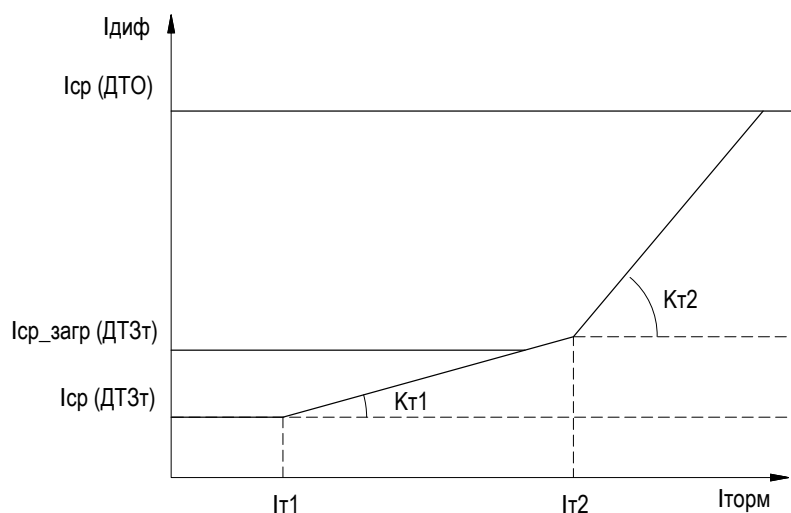

Рисунок 2.1 – Характеристика срабатывания ДТЗ
2.2.4.1 Характеристика срабатывания «ДТЗт» в координатах  $I_{\text{диф}}$  и  $I_{\text{торм}}$  представляет собой ломаную линию (см. рисунок 2.1), состоящую из трех участков. Данная характеристика срабатывания обеспечивает чувствительность «ДТЗт» при малых токах КЗ в зоне действия защиты.
2.2.4.13 При выявлении неисправности в цепях ТТ, что определяется срабатыванием функции «КЦТ» по сторонам трансформатора (см. подраздел 2.3) автоматически увеличивается уровень тока срабатывания горизонтального участка тормозной характеристики для снижения вероятности ложного срабатывания «ДТЗт» в режиме протекания токов нагрузки путем загрузления установки «ДТЗт» до уровня «Iср\_загр» (см. рисунок 2.1).
2.2.5.1 Функция дифференциальной токовой отсечки («ДТО») предназначена для быстрого и селективного отключения повреждений, сопровождающихся большими токами КЗ в зоне действия ДЗТ. Характеристика срабатывания «ДТО» (см. рисунок 2.1) представляет из себя прямую линию, определяемую уставкой «Iср». Функция «ДТО» работает без каких-либо блокировок и не имеет торможения. Срабатывание функции «ДТО» происходит, если дифференциальный ток превышает уставку «Iср» в течении выдержки времени «Tср». Возврат функции «ДТО» происходит, если дифференциальный ток ниже уставки «Iср» с учетом коэффициента возврата («Квоз» равен 0,95).